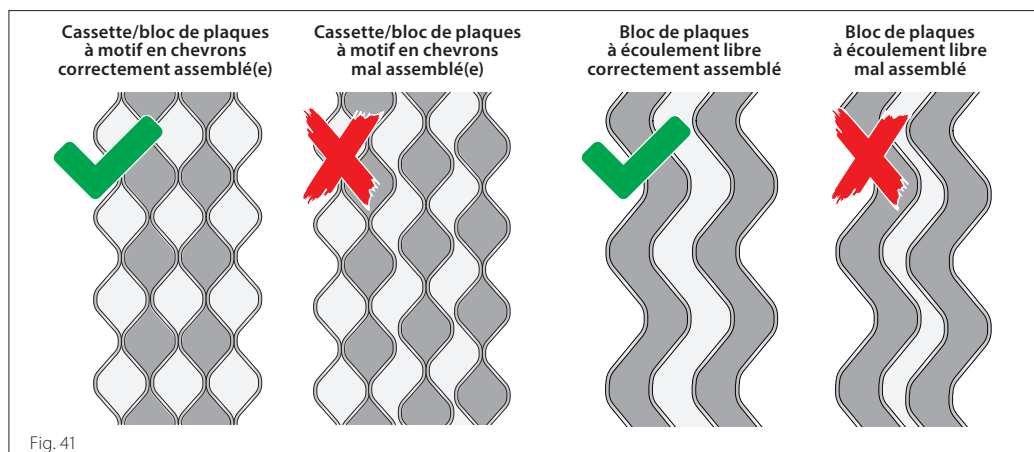

Fig. 41
- Vérifiez l'uniformité du profilé alvéolé des plaques/cassettes (voir fig. 41)